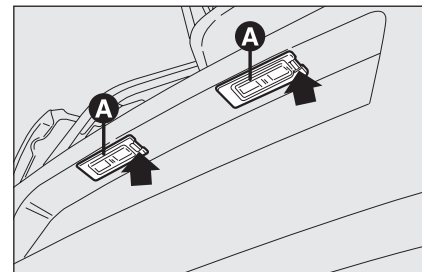

fig. 27
- agir sur le point indiqué par la flèche et enlever le groupe transparent **A-fig. 27**;